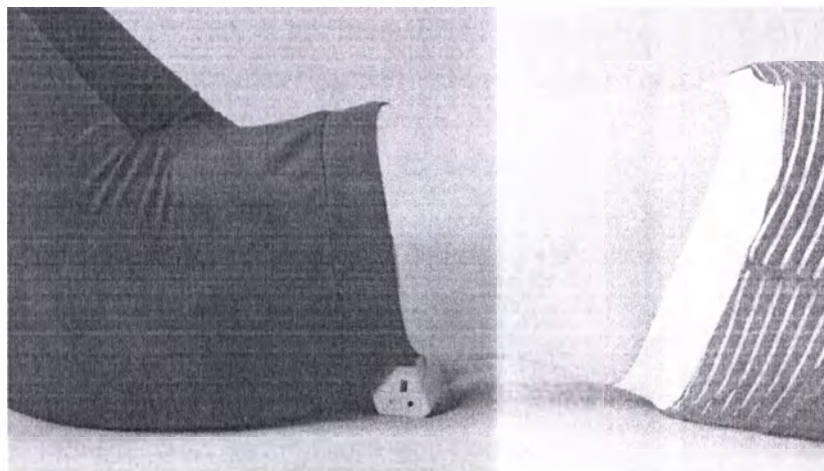

Рис. 16
1. Для разгрузки поясничного отдела позвоночника установите устройство гранью «L» на поясничный отдел позвоночника. Возьмите устройство за торцы двумя руками и, приподняв таз, установите на уровень верхних поясничных позвонков. Опуститесь на устройство и расслабьтесь (Рис. 16).